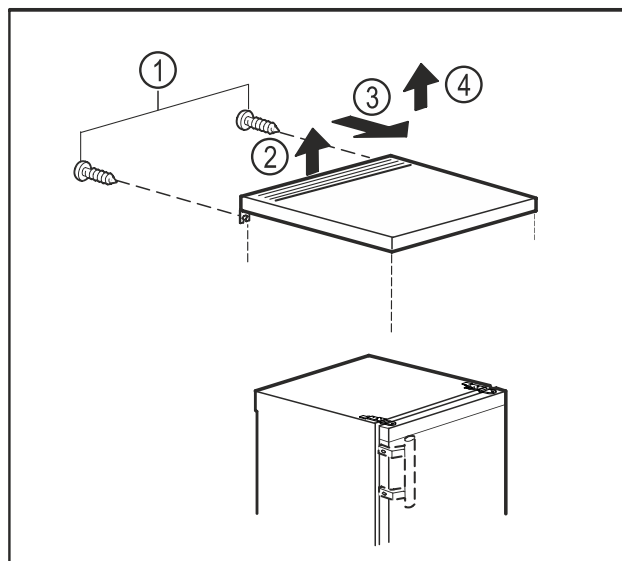

Fig. 10
- ▶ Удалите винты с задней стенки. Fig. 10 (1)
- ▶ Приподнимите столешницу сзади. Fig. 10 (2)
- ▶ Сдвиньте столешницу вперед. Fig. 10 (3)
- ▶ Снимите столешницу движением вверх. Fig. 10 (4)